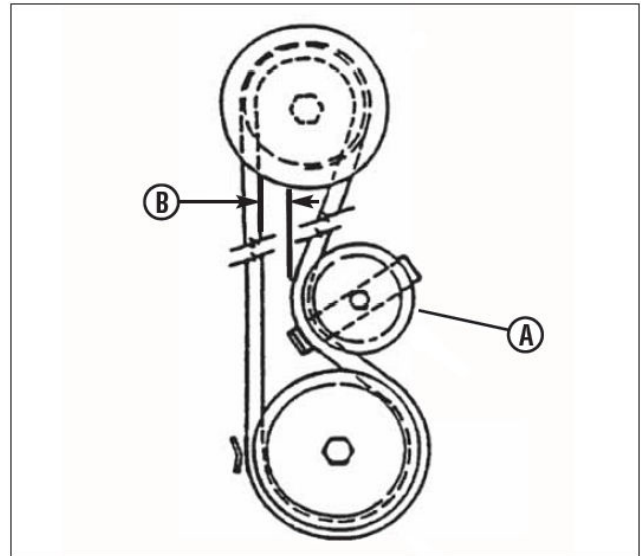

Рис. 22. Измерение зазора ремня
5. **Дека 28/30"**: Измерьте зазор ремня у холостого шкива (А, рис. 22). Расстояние (В) должно быть 3,2 см, но не менее 2,5 см. Если измерение меньше 2,5 см, следует отрегулировать натяжение ремня. См. раздел «Регулировка ремня привода ножа».